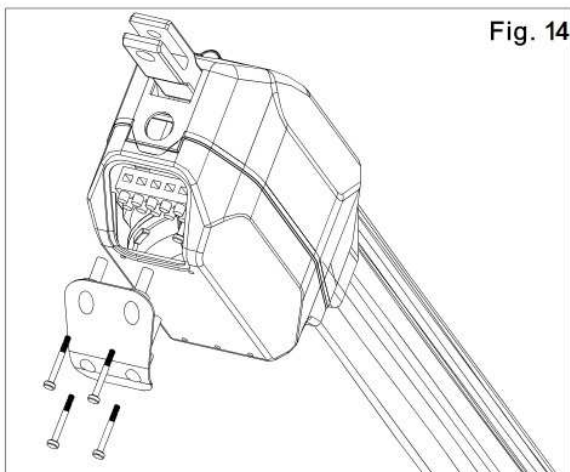

Fig. 14
- 1) Retire la cubierta de las regletas y la parte inferior del motor (Fig. 14 y 15).